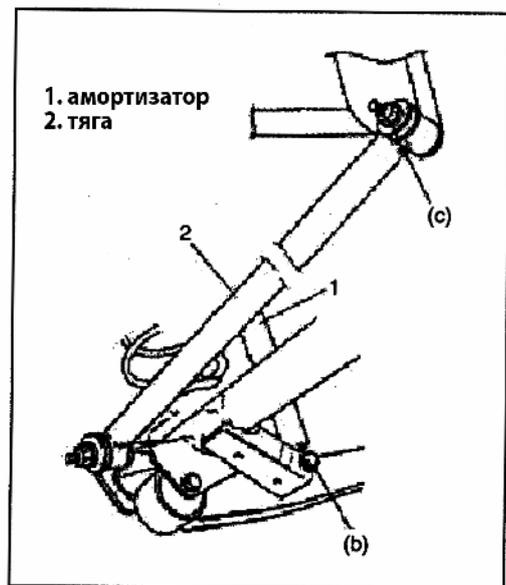

Рис. 563
- 7) Опустите автомобиль и затяните гайки при ненагруженном автомобиле, затяните нижний болт амортизатора и гайки крепления поперечной тяги требуемым моментом (Рис. 563).